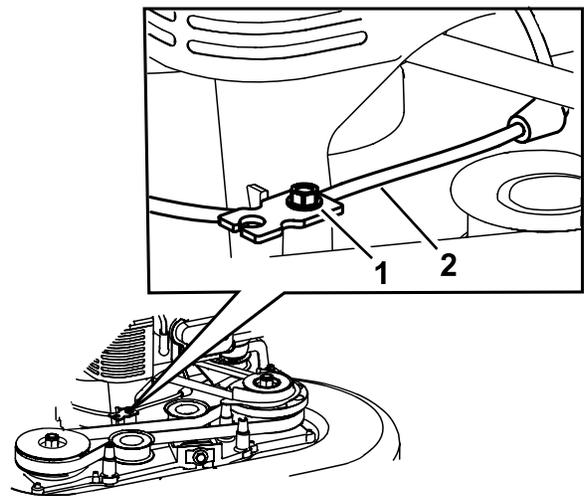

Figura 47
5. Allentate la vite del serrafilo (Figura 47).